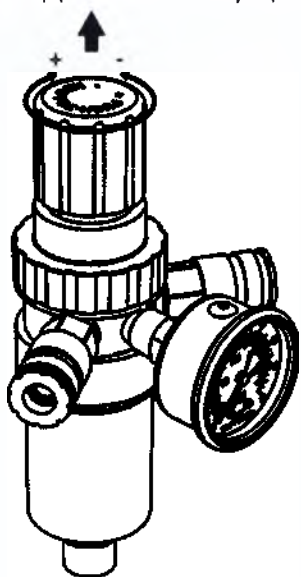

Рисунок 6
8.3.1 Настройка давления в подсоединенных исполнительных устройствах регулятором давления осуществляется следующим образом (рис. 6):